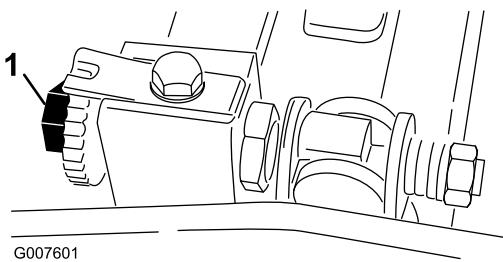
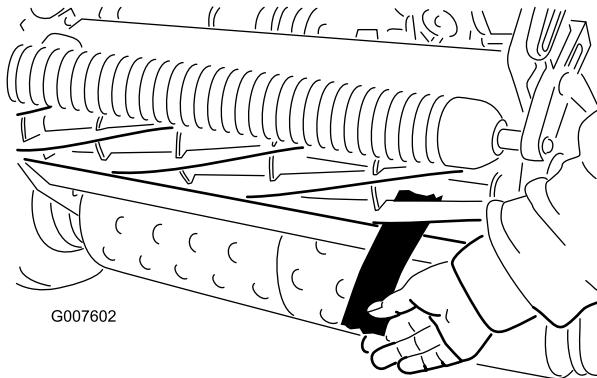

Figura 39
Figura 40
- Asegúrese de eliminar el contacto con el molinete girando los tornillos de ajuste de la barra de asiento en el sentido contrario a las agujas del reloj (Figura 39).
y la contracuchilla (Figura 40). Gire el molinete lentamente hacia adelante, y al mismo tiempo gire en el sentido de las agujas del reloj el tornillo de ajuste de la barra de asiento (en el mismo extremo del molinete), un clic a la vez, hasta que el papel quede ligeramente aprisionado cuando se inserta desde delante, paralelo a la contracuchilla, produciendo una ligera resistencia al tirar del papel (Figura 39).
6. Cuando termine el ajuste, compruebe si el molinete 'pellizca' un papel cuando se inserta desde delante, y si corta el papel cuando se inserta en ángulo recto respecto a la contracuchilla (Figura 40). Debe ser posible cortar el papel con un contacto mínimo entre la contracuchilla y las cuchillas del molinete. Si se nota una resistencia excesiva del molinete (más de 0,79 Nm), será necesario afilar o amolar la unidad de corte para conseguir los filos necesarios para un corte de precisión (consulte el manual de afilado de molinetes de Toro).